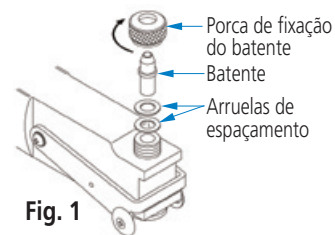

Fig. 1
2. Ao configurar a faixa de medição utilizando espaçadores no batente, use sempre o número mínimo de espaçadores possíveis. (Fig. 1)